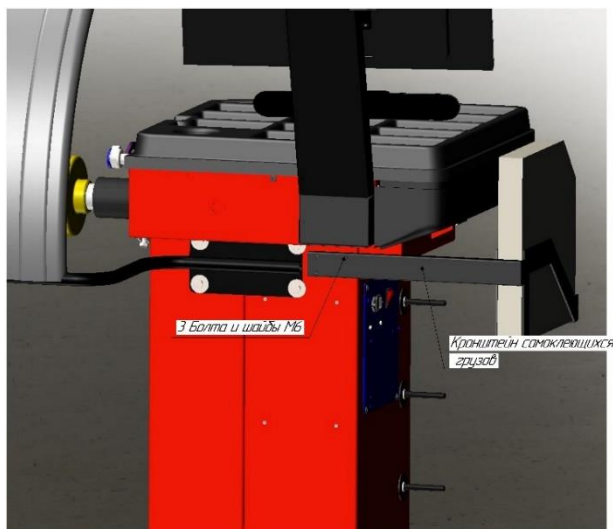

Рис. 5. Крепление кронштейна самоклеящихся грузов.
10. Прикрепить кронштейн самоклеящихся грузов к задней стенке корпуса тремя винтами М6 (рис. 5).